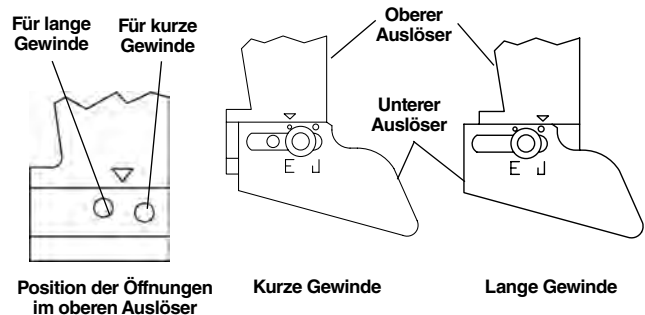

Abbildung 18 – Einstellen der Gewindelänge
2. Für kurze Gewinde schieben Sie den unteren Auslöser in Richtung Maschinenspindel. Für lange Gewinde schieben Sie ihn von der Spindel weg (siehe Abbildung 18 – Werkseinstellungen abgebildet). Lange Gewinde werden normalerweise in Fernost und kurze Gebinde in Europa bevorzugt. Nach Wunsch einstellen.